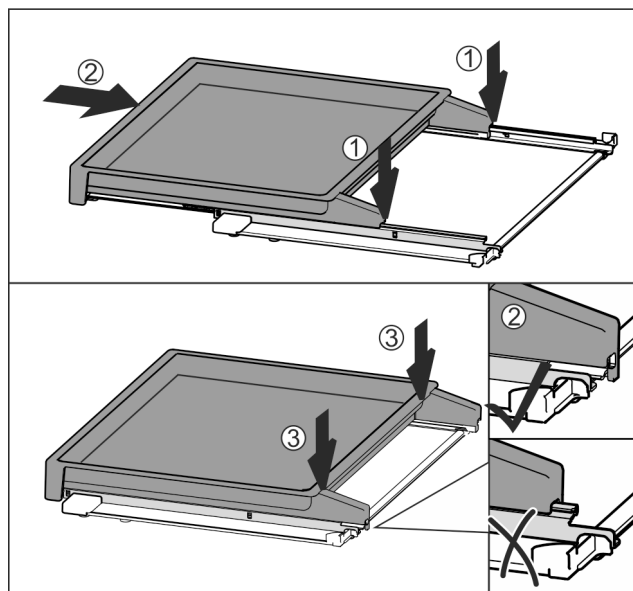

Fig. 79
- ▶ Nasadte uprostřed na kolejničky Fig. 79 (1).
- ▶ Vysouvací přihrádku zcela zasuňte Fig. 79 (2).
- ▶ Zatlačte pak na zadní straně, až slyšitelně zacvakne Fig. 79 (3).